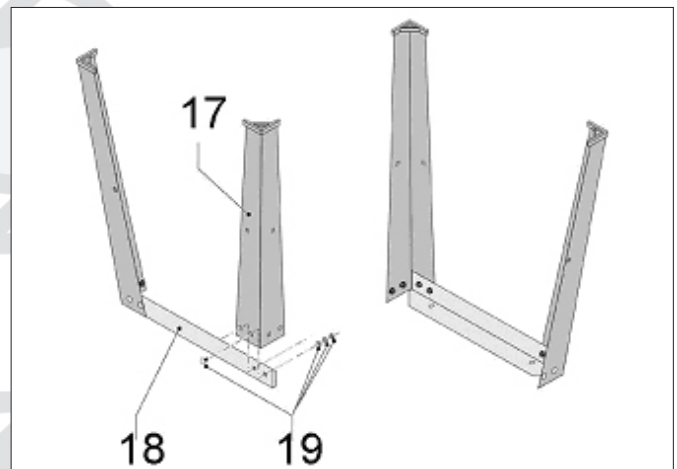

Abbildung 1
Heben Sie ein Bein (17) mit dem Fuß in die Luft, und legen Sie ein kurzes Rahmenstück (18) in die innere Ecke des Beins, sodass die Schraublöcher über einander liegen. Schrauben Sie die Teile mit Schrauben, Unterlegscheiben und Muttern (19) zusammen, ziehen Sie sie aber nicht zu stark an. Wiederholen Sie diese Vorgehensweise wie in Abbildung 1 gezeigt mit den übrigen Beinen, sodass Beinpaare entstehen, die jeweils von einem kurzen Rahmenstück zusammengehalten werden.